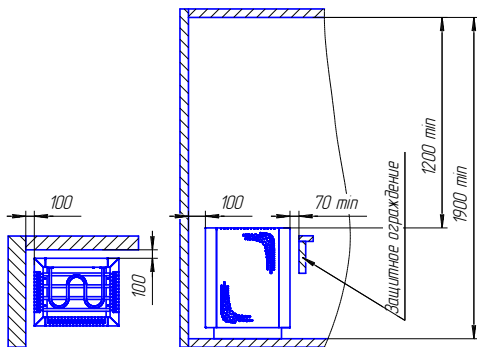
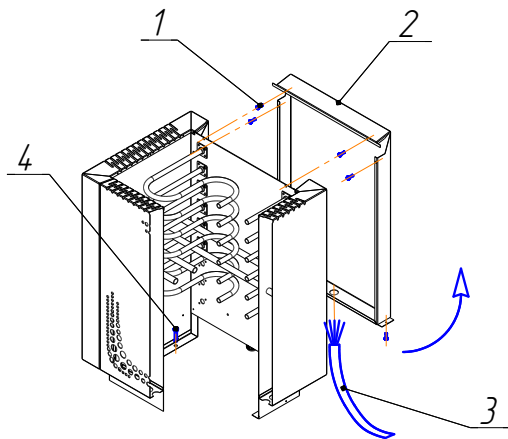

Рис.1 Безопасные расстояния
Рис. 2 Установка каменки
6.1. **ВЫБОР МОЩНОСТИ** каменки необходимо производить с учетом размеров сауны (п.2.), помещения парильни (п.п.6.2.), а также расстояний от каменки до стен, потолка, пола в соответствии с размерами указанными на Рис.1, таблица 3 «Безопасные расстояния». Каменка со слишком большой мощностью нагреет сауну слишком быстро, камни не успеют хорошо прогреться и вода, политая на камни, вместо того, чтобы превратиться в пар, просто стечет. С другой стороны, при недостаточно мощной каменке, процесс нагрева сауны будет нежелательно долгим, что сокращает срок службы нагревательных элементов.
6.4. **УСТАНОВКА КАМЕНКИ** производится согласно рис1 "Безопасные расстояния". и рис.2 "Схема установки". Электрокаменка устанавливается на теплостойкое основание с учетом минимальных безопасных расстояний (см. рис.1) и крепится к полу крепежными элементами поз.4. Далее производится электромонтажные работы и монтируются защитные ограждения вокруг каменки.
Для подсоединения каменки к сети необходимо демонтировать задний кожух поз.2 рис.2 Для этого необходимо выкрутить 4 винта поз.1 со стороны емкости для камней и 2 винта с низа каменки как показано на рис.2. После этого необходимо нижнюю часть заднего кожуха потянуть на себя и поднять вверх. Провода необходимо пропустить в кабельный ввод на заднем кожухе и закрепить на соответствующие клеммы клеммной колодки. Сборка каменки осуществляется в обратной последовательности.